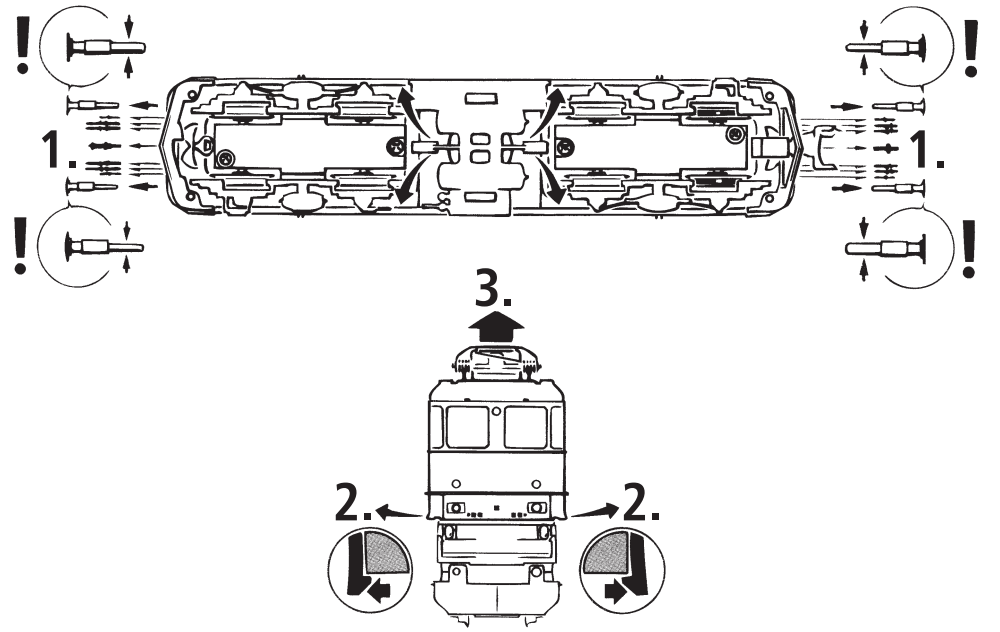

Fig. 4
3. Haftreifenwechsel: Zuerst die Drehgestellblende abnehmen (Fig. 4). Danach den **Radsatz** herausnehmen und die **Haftreifen** mit einer Nadel od. mit einem feinen Schraubendreher abziehen (Fig. 4). Beim Aufziehen der neuen Haftreifen darauf achten, dass diese sich nicht verdrehen.
3. Change of traction tyre: Remove the bogie blind. Take out **wheel set** and remove **traction tyre** using a pin or a fine screwdriver (fig. 4). When pressing on the new traction tyre please **avoid twisting it**.
Dé- montez d'abord **les flancs de bogies** des en-grenages. Délogez ensuite les essieux bandagés et enlevez, à l'aide d'une aiguille ou d'un tourne-vis fin, les bandages d'adhérence (fig. 4). Lors du montage des nouveaux bandages veuillez veiller à ce que les bandages **ne soient pas tor-dues**.